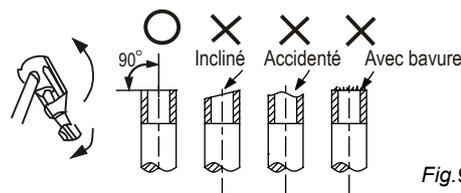

Fig. 9-1
- Coupez le tuyau avec un coupe-tuyau (voir Fig. 9-1).